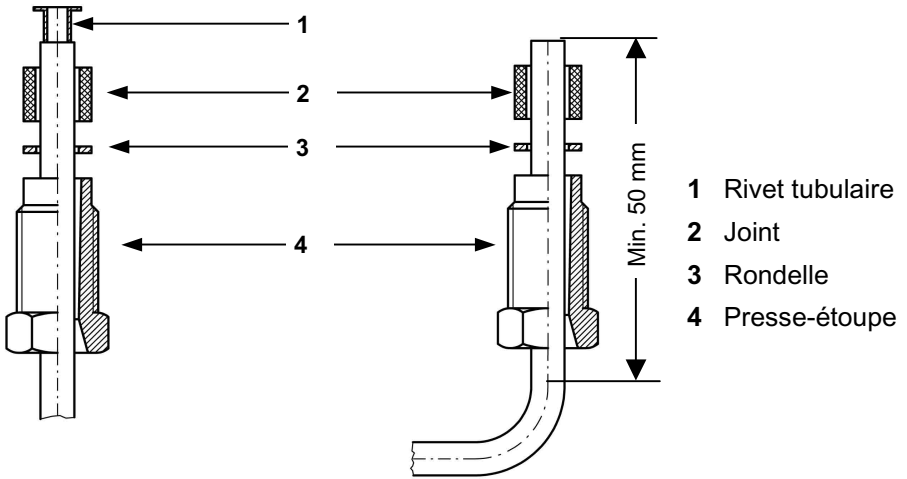

Figure 5-1 : Tuyau PE Figure 5-2 : Tube Cuivre
2. Brancher la tuyauterie de mesure à l'Unitop, voir figure 5-1 et figure 5-2.